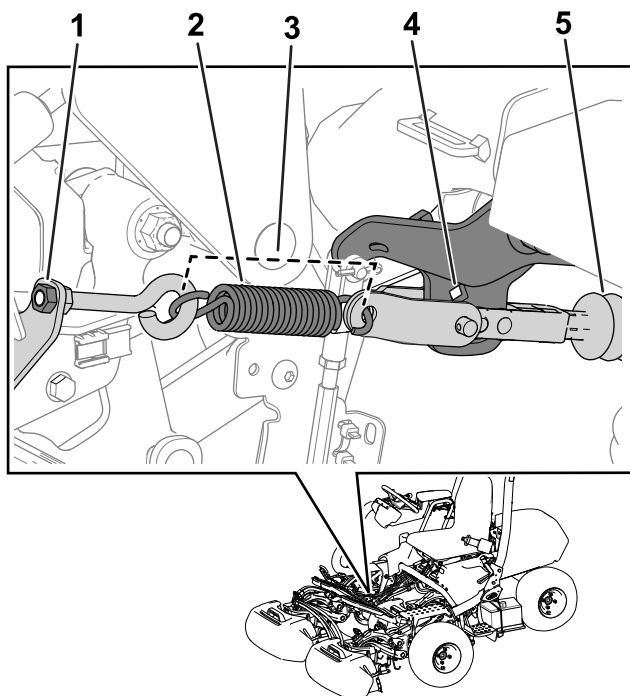

Figura 33
Nota: Per questa procedura fate riferimento a Figura 33.
3. Preparatevi all'operazione serrando il dado del bullone a occhiello in modo tale che la lunghezza della molla sia pari a 11,4 cm quando installata (Figura 33).